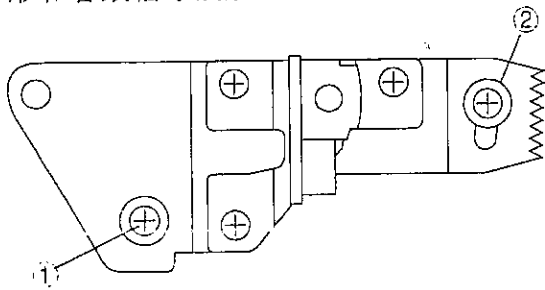

图4-36
- 用调整螺丝刀移动A/C磁头臂,然后调节A/C磁头位置,使磁头开关脉冲高侧的包络线达至最大。最后,旋转螺丝①和②。(此时,应按螺丝①和②之顺序进行)。(见图4-36①和②)。(参考:最后的旋紧力矩以0.6N.m为宜)。